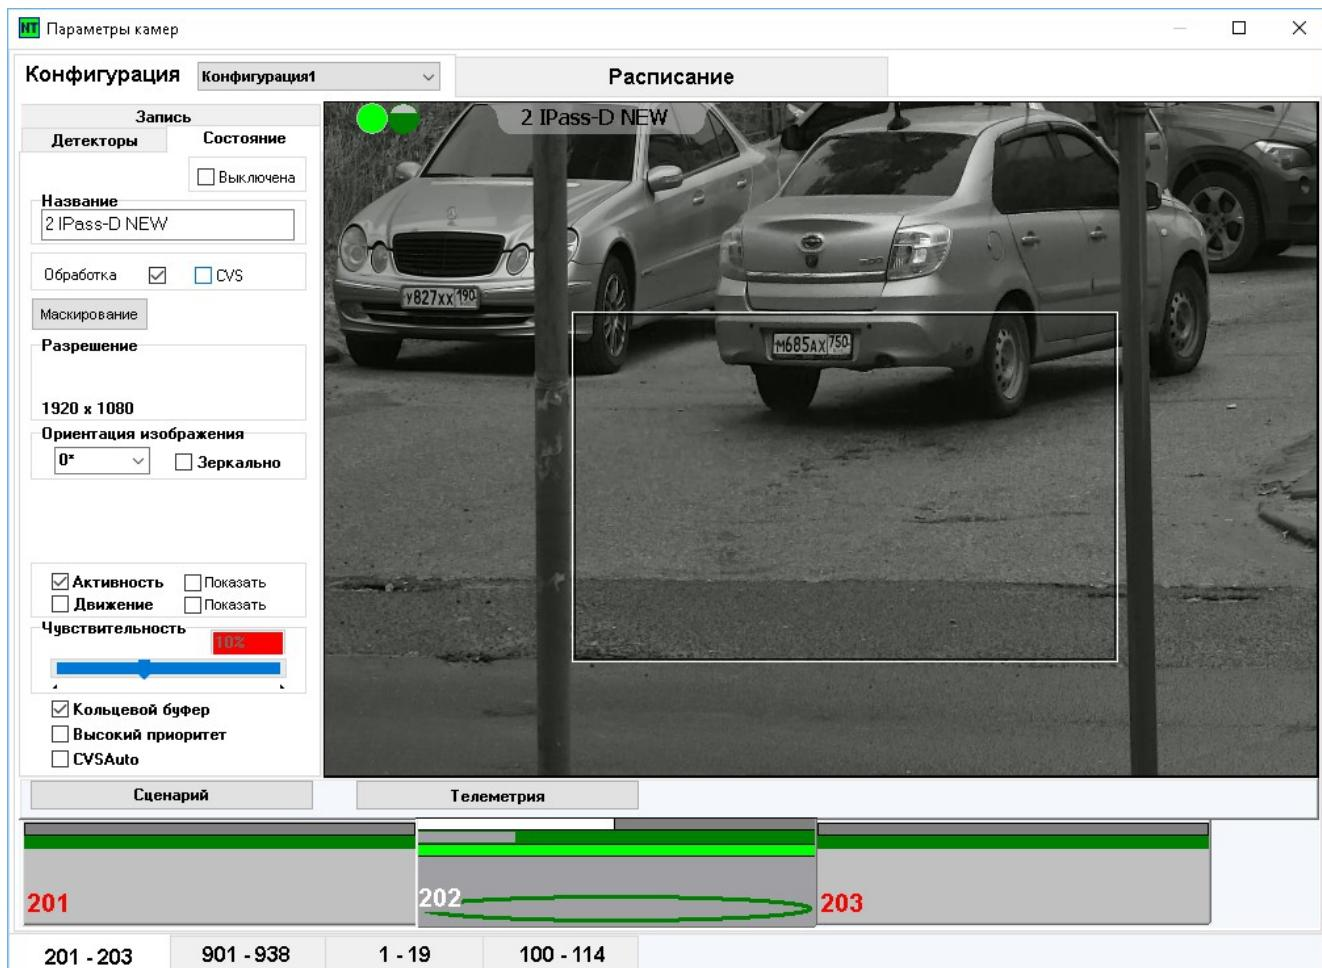

Рисунок 100: Настройка параметров камеры 'Состояние'.
- ❖ На закладке **Состояние** включить параметр **Обработка** – предварительная обработка видеопотока будет производиться по контрольному (малому) потоку (Рис. 100).